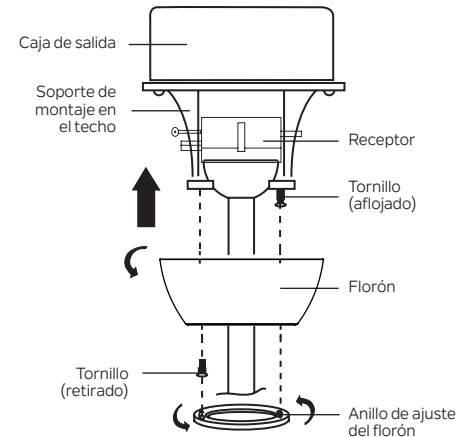

Figura 14
Paso 2. Eleve cuidadosamente el florón hasta el soporte de montaje del techo y coloque la ranura de orificio alargado en el florón, sobre la cabeza del tornillo del soporte del montaje del techo. Gire el florón (en el sentido de las manecillas del reloj) hasta que este se trabe en su lugar con el tornillo en la sección angosta de la ranura de orificio alargado. **(Figura 14)**
NOTA: Ajuste los tornillos según sea necesario hasta que el florón y el anillo de ajuste del florón queden firmemente ajustados. **(Figura 14)**